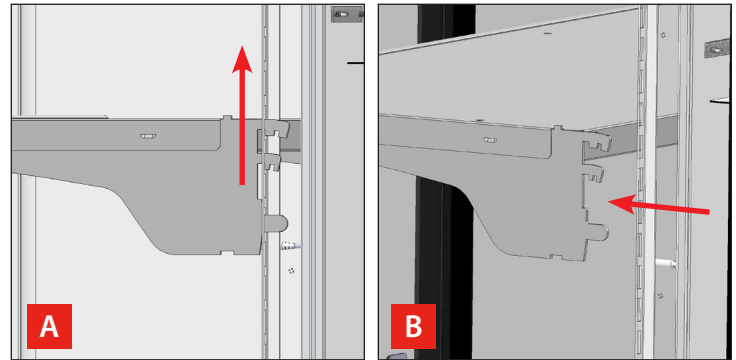

Abb. 20. Einschubbodenbaugruppe (A) anheben und nach vorne ziehen (B).
2. Heben Sie eine Einschubbodenbaugruppe an und ziehen Sie sie dann nach vorne. Siehe Abb. 20.